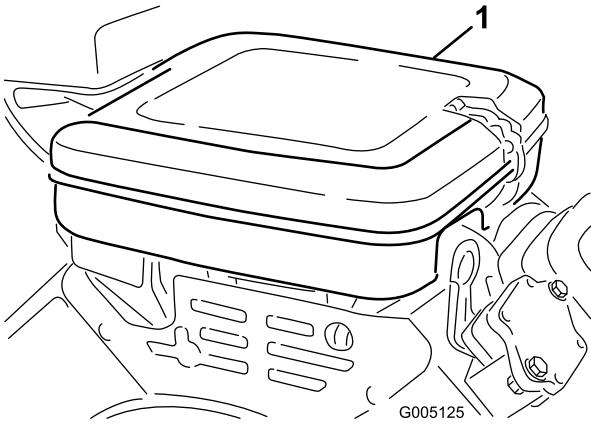

Figura 40
1. Limpe bem a cobertura (Figura 40).
3. Retire a porca que fixa os elementos de filtragem ao corpo do filtro de ar (Figura 40).